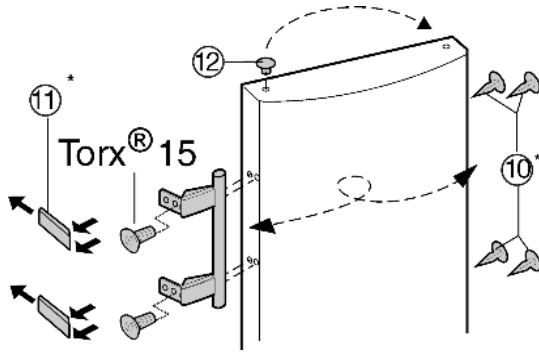

Fig. 7
- ▶ Stopfen Fig. 7 (12) aus der Türlagerbuchse herausheben und umsetzen.
- ▶ Türgriff, Stopfen Fig. 7 (10) und Druckplatten Fig. 7 (11) abmontieren und auf die Gegenseite umsetzen.